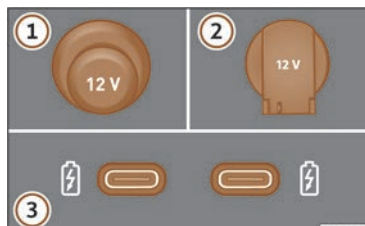

Fig. 122 Preses de corrent de 12 volts del vehicle.
Preses de corrent de 12 volts»» fig. 122 :
- Traieu el tap situat a la consola central de la presa de corrent»» fig. 122 ①.
- Aixequeu la tapa de la presa de corrent »» fig. 122 ②.